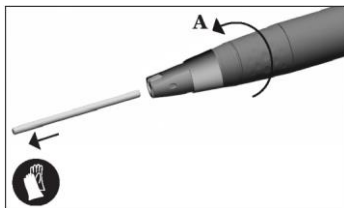
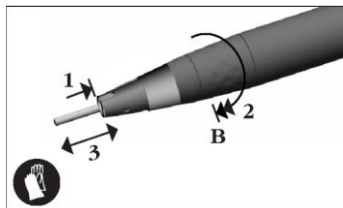

图 4
图 5
转动套筒，取出车针，如图4（A：松，如图4 B：紧，如图5）。断开柔性软管，取下喷头，取出一次性车针保护套。
完全插入车针，如图5步骤1。
通过完全旋转套筒来锁定车针更换装置，在克服最初的机械阻力后可以完全拧紧，如图5步骤2。
**每次插入车针时**，通过推拉车针来检查锁紧套筒是否完全锁紧，如图5步骤3。